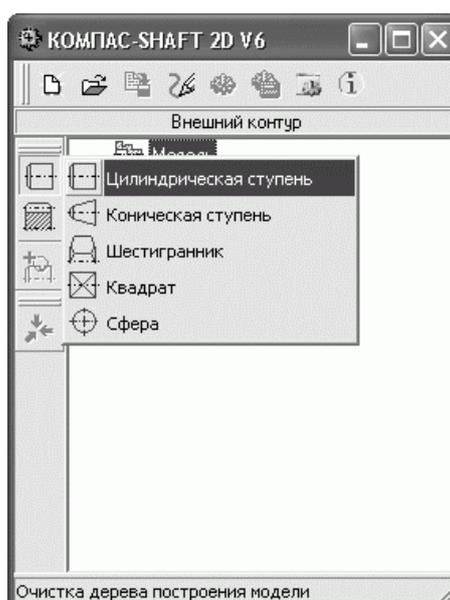

Рисунок 3 - Начало построения ступени вала в КОМПАС-SHAFT 2D
2. Нажмите кнопку Простые ступени на панели инструментов в левой части главного окна библиотеки. Возле кнопки раскроется меню со списком возможных вариантов построения ступеней (рис. 3). Выберите пункт Цилиндрическая ступень.